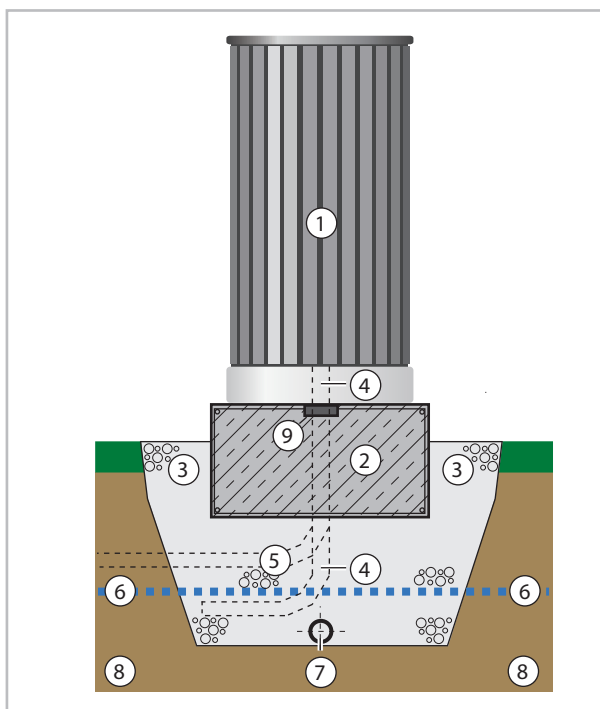

Abb. 25: Kondensatableitung Fundament (Schnitt)
- Mit einem beheizbaren Kondensatablauf ist ein Abfließen von Kondensat zu der Wanne gewährleistet. Es muss sichergestellt werden, dass dieses Kondensatwasser frostfrei abgeführt werden kann (Kies, Drainage). Das Wasserhaushaltsgesetz ist zu beachten (Abb. 25).